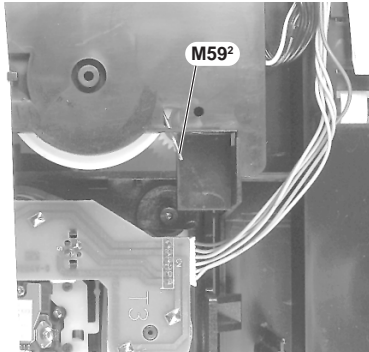

Fig. 16
- Die Feder M59² in die Service-Stellung bringen wie in Fig. 16 abgebildet.
- Set spring M59² in service position as shown in Fig. 16.